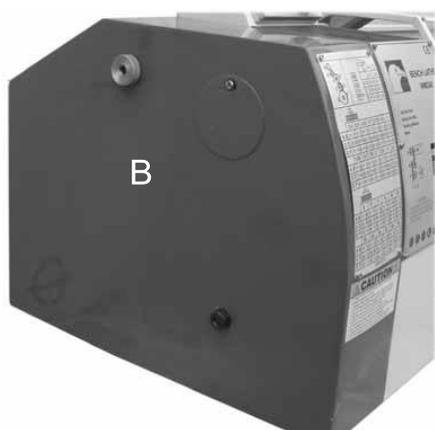

Рис. 17
1. Отвинтите два крепежных винта (В, рис. 17) и снимите защитную крышку.